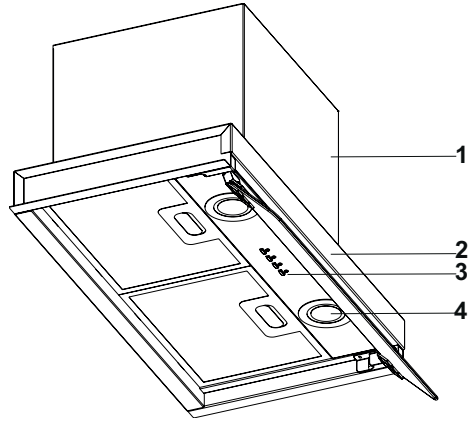

Рис. 1
Наружная часть вытяжки состоит из следующих составных частей (см. рис. 1):
- видимой частью кухонной вытяжки декоративная панель (см. рис. 1, позиция 2), а основной корпус вытяжки скрыт в подвесном шкафу;